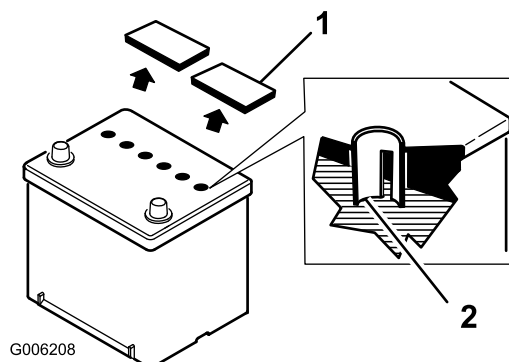

Figure 39
2. Enlevez les bouchons d'aération de la batterie et regardez dans les éléments. Le niveau de l'électrolyte ne doit pas dépasser la partie inférieure du tube de chaque élément (Figure 39).
2. Enlevez les bouchons d'aération et versez de l'eau distillée avec précaution dans chaque élément jusqu'à la partie inférieure du tube de chaque élément (Figure 39).